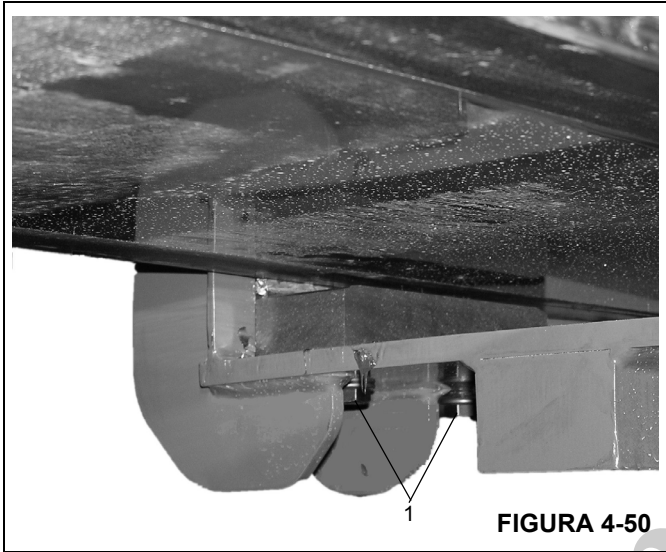

FIGURA 4-50
9. Eleve la sección de extremo levemente e inserte la almohadilla de desgaste inferior en su lugar y fijela con los pernos retenedores. Inserte los pernos (Figura 4-50, 1) en la parte inferior de la sección central exterior.